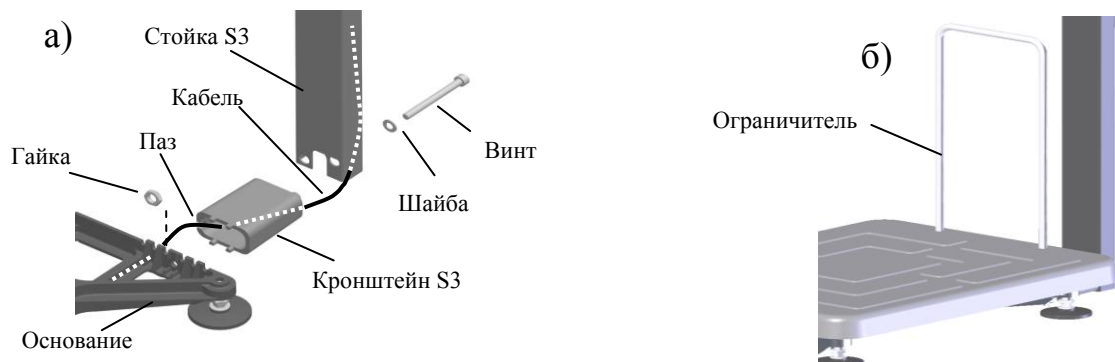

Рис. 6.2 - Крепление прямоугольной стойки к модулю ТВ-S\_
- Протянуть кабель через кронштейн и стойку, Рис. 6.2 а. Кабель должен входить в паз кронштейна.
- Плотно вставить в отверстия платформы ограничитель (Рис. 6.2 б).